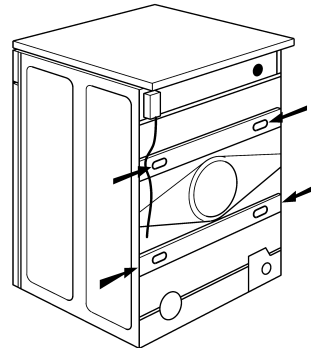

Fig. 2
1. Løsn skruerne med det medfølgende værktøj (Fig. 2).